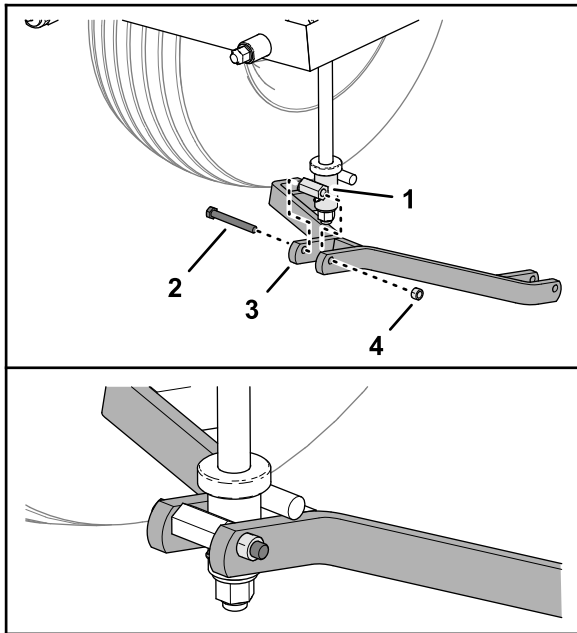

Figura 15
- Alinee los orificios de la barra de tracción con los orificios del pivote de la barra de elevación (Figura 15).
- Monte la barra de tracción en la barra de elevación (Figura 15) con un tornillo ($\frac{1}{2}$ " x 4") y una contratuerca ($\frac{1}{2}$ ")